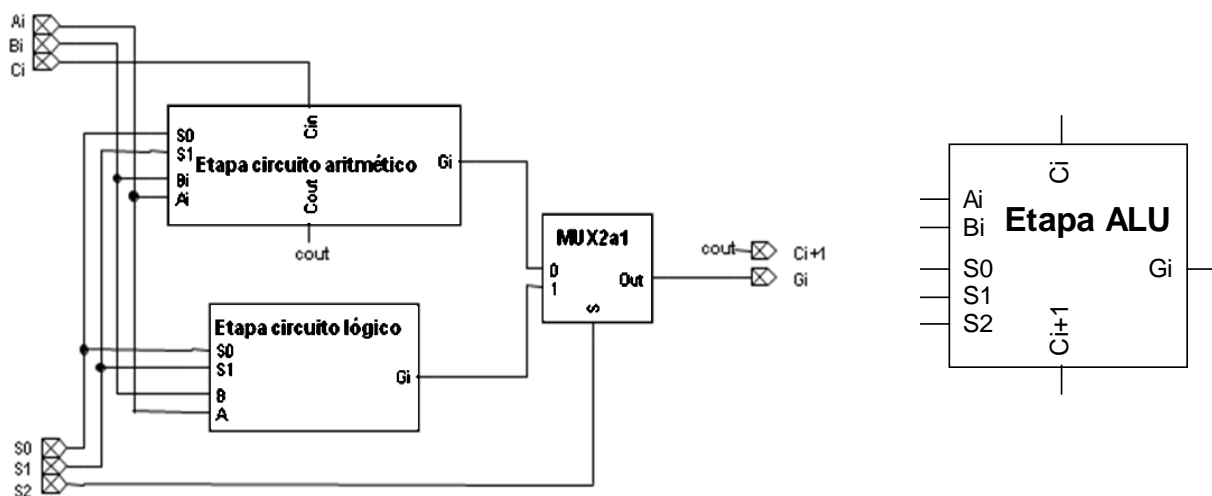
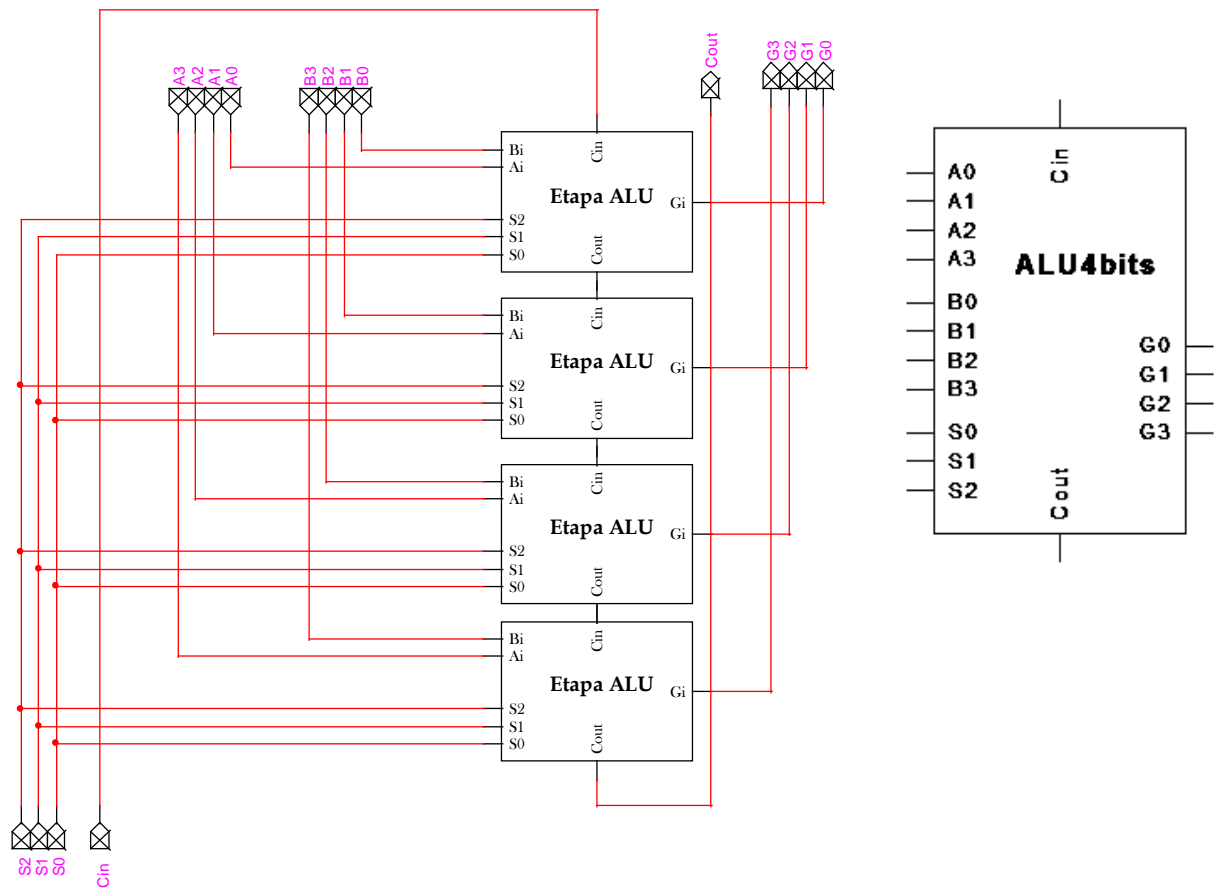
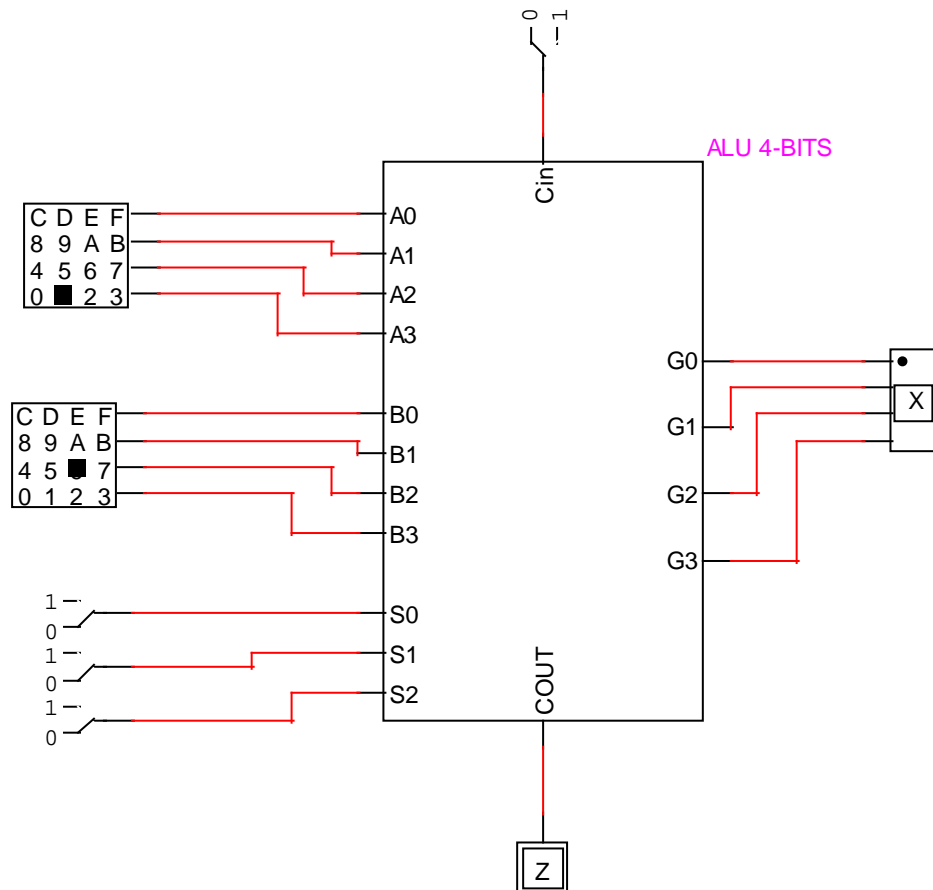

Figura 3.3. Estructura de la Etapa ALU de un bit.
Figura 3.4. Estructura completa de la ALU para palabras de 4 bits.
Figura 3.5. Circuito de prueba de la ALU de 4 bits.
En la *Figura 3.3* se ilustra el diseño y “encapsulado” de la Etapa ALU de un bit que integra los módulos anteriores de la *Figura 3.2*.
En la *Figura 3.4* se ilustra el diseño y “encapsulado” de una ALU de 4 bits, utilizando 4 Etapas ALU de un bit, como las diseñadas en la *Figura 3.3*.
- Realice en LogicWorks la ALU de la *Figura 3.4* y **el circuito de prueba de la Figura 3.5**. Para ello, use (de la biblioteca *Simulation IO.clf*) dos componentes HEX KEYBOARD wo/STB para generar los datos $A_3A_2A_1A_0$ y $B_3B_2B_1B_0$, un componente HEX_DISPLAY para visualizar las salidas $G_3G_2G_1G_0$, cuatro BINARY SWITCH para generar las señales $S_2S_1S_0C_{in}$, y un BINARY PROBE para visualizar la salida C_{out} y así realizar la prueba experimental del circuito.